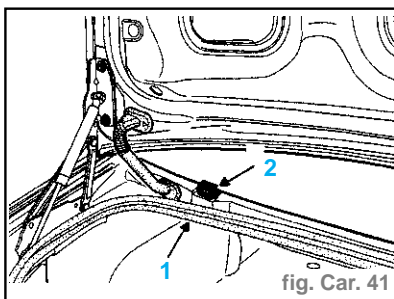

fig. Car. 41
- Déclipser les caches butées inférieures en (2) et ôter les butées en les déclipant (agrafe type ancre de marine) par l'intérieur (1). (fig. Car. 41)